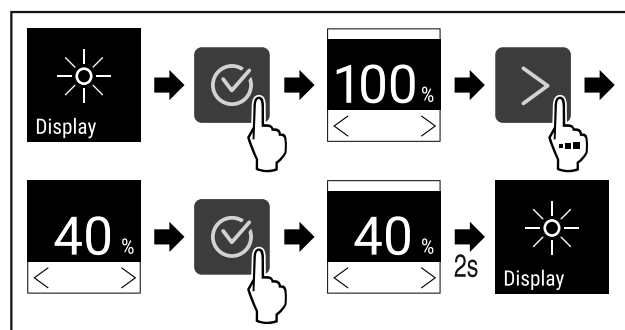

Fig. 78
- ▶ Izvedite zahtevane korake (glejte Fig. 78).